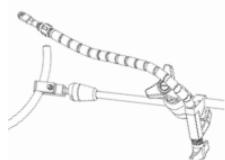

Figura 20
- Allentare il morsetto utilizzando la piccola manopola viola del **braccio flessibile** (ad esempio, UL-0106). Posizionare le ganasce attorno ai segmenti di uno dei **bracci articolati** (UL-0110). Avvitare la piccola manopola viola per fissare il **braccio flessibile** al **braccio articolato** (Figura 20).